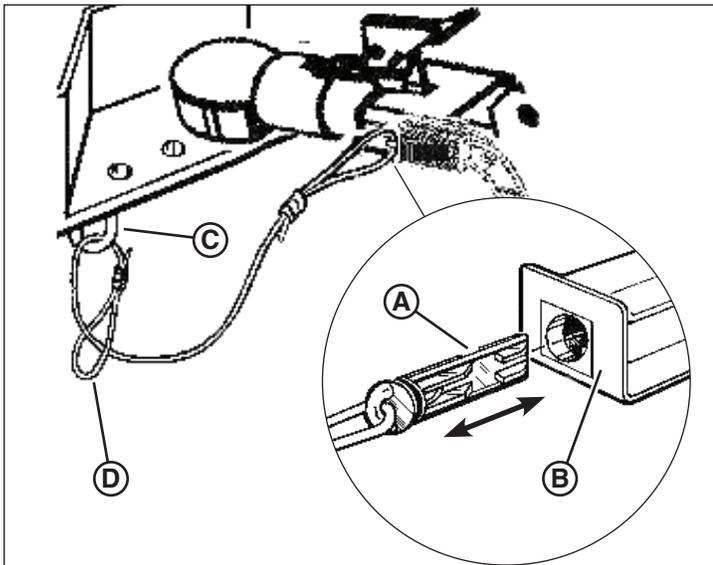

Figure 11
- Sortir la goupille (A, Figure 11) du commutateur du dégagement de frein (B).
- Acheminer la goupille dans la pochette de la chaîne de sécurité (C, Figure 11) puis dans la boucle du câble du dégagement de frein (D).